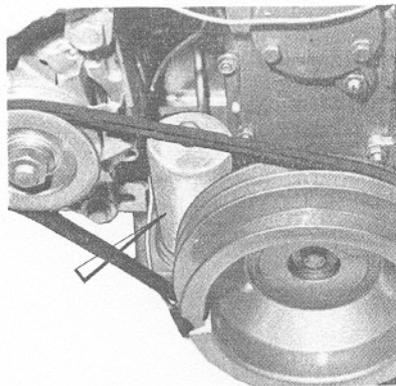

Fig. 12
- 5 - Changer le filtre à huile (Fig. 12)
- 5 - Remove oil filter (Fig. 12)
- Dévisser le filtre usagé avec une clé à tube de 13mm puis l'enlever (Fig. 12) ( non récupérable)
- Unscrew old filter with double ended wrench then remove it (Fig. 12) (not recoverable)